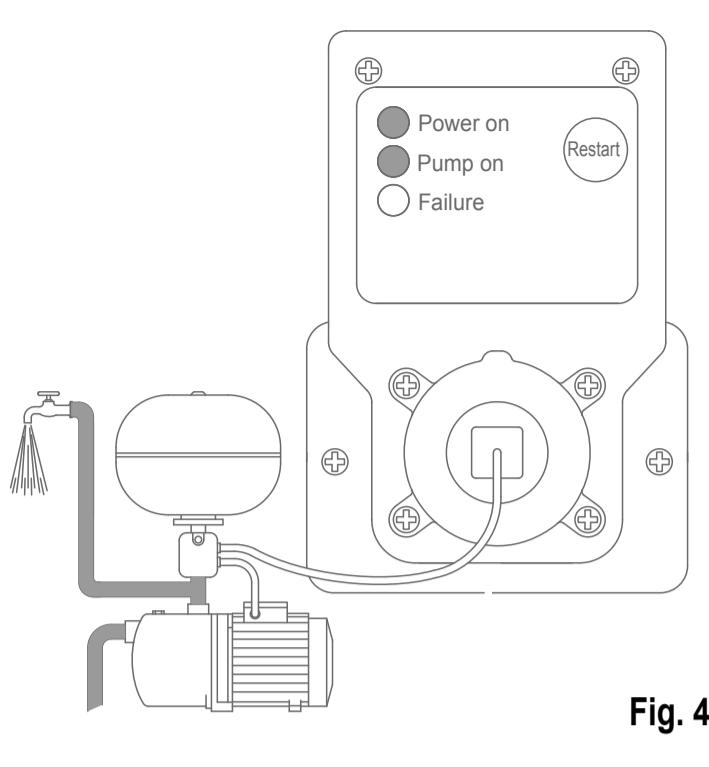

Fig. 4
Les données du moteur ont été acquises et l'appareil est désormais capable de protéger la pompe (Fig. 4).
- Warten Sie einige Sekunden, bis die rote Led „Failure“ erlischt. Die Motordaten wurden erfasst und das Gerät ist jetzt in der Lage, die Pumpe zu schützen (Abb. 4).
- Aguarde unos segundos hasta que el led rojo “Failure” se apague. Los datos del motor han sido adquiridos y el aparato está en condiciones de proteger la bomba (fig. 4).
- Wacht enkele seconden tot de rode led “Failure” uitgaat. De gegevens van de motor zijn overgenomen en het apparaat is nu in staat om de pomp te beschermen (Fig. 4).